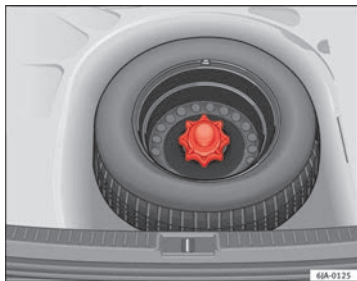

Fig. 171 Rueda de emergencia: piso de carga elevado
- Alce el piso de carga y manténgalo en posición elevada para poder sacar la rueda de emergencia ⇒ fig. 171.